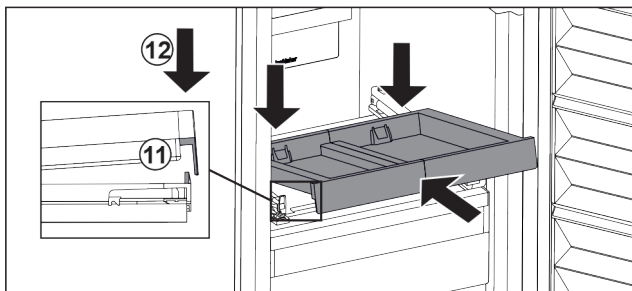

Fig. 121
- ▶ Tolja be ferdén. Ügyeljen arra, hogy az ütköző mindkét oldalon a fül mögé kerüljön. Fig. 121 (11)
- ▶ Helyezze le a kihúzható rács elejét. Fig. 121 (12)